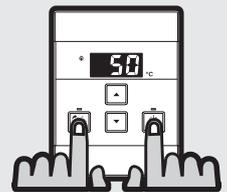

Fig. 1
3. Ao passar o cabo pelo orifício de acesso, certifique-se de que a extremidade do conector do cabo está localizada mais próxima do controle remoto (Fig. 1).
Apenas no controle principal, pressione e segure os botões 'Priority' e "On / Off" simultaneamente (veja a Fig. 1) até que um 'bipe' seja ouvido (aproximadamente 5 segundos).